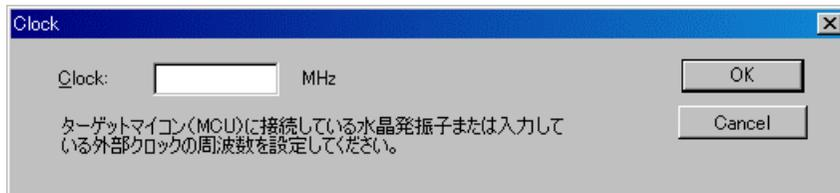

図 4.13 [Clock]ダイアログボックス
- 【注】 1. フラッシュメモリ内蔵デバイスを使用している場合は、図 4.13 のダイアログボックスが開きます。ご使用のクロック値を入力してください。クロック値とは、ターゲットマイコン(MCU)に接続している水晶発振子または入力している外部クロックの周波数です。